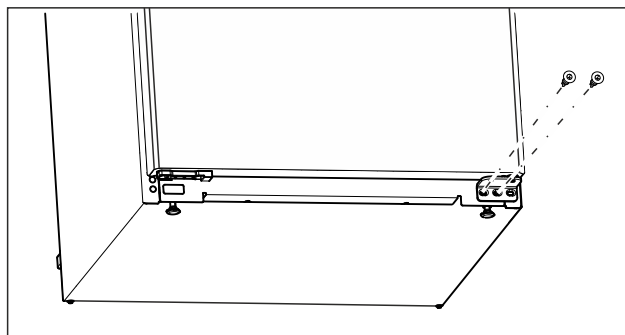

Fig. 14
- ▶ Sur le support de palier inférieur, dévisser la vis centrale avec un tournevis Torx 20. (voir Fig. 14)
- ▶ Sur le support de palier inférieur, dévisser la vis intérieure avec un tournevis Torx 20. (voir Fig. 14)